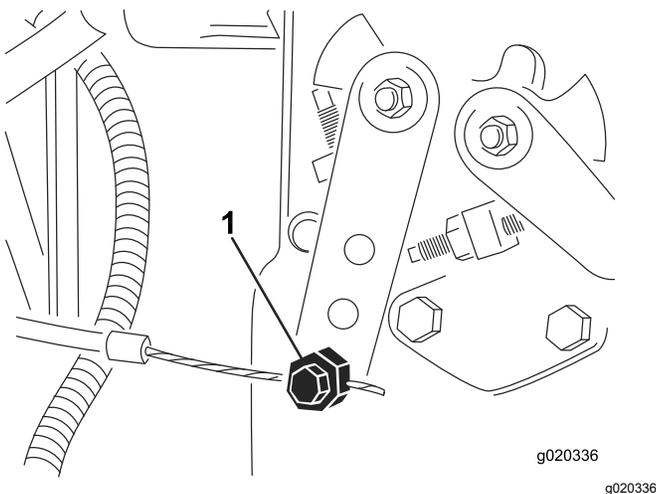

Figura 79
3. Afloje el conector del cable del acelerador en la palanca de la bomba de inyección (Figura 79).